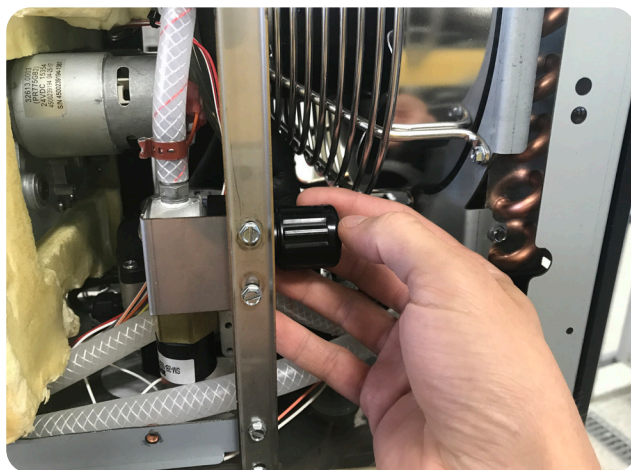

Fig.1
2. Retirez le panneau de droite et localisez la molette de réglage du régulateur de gaz. Fig. 1